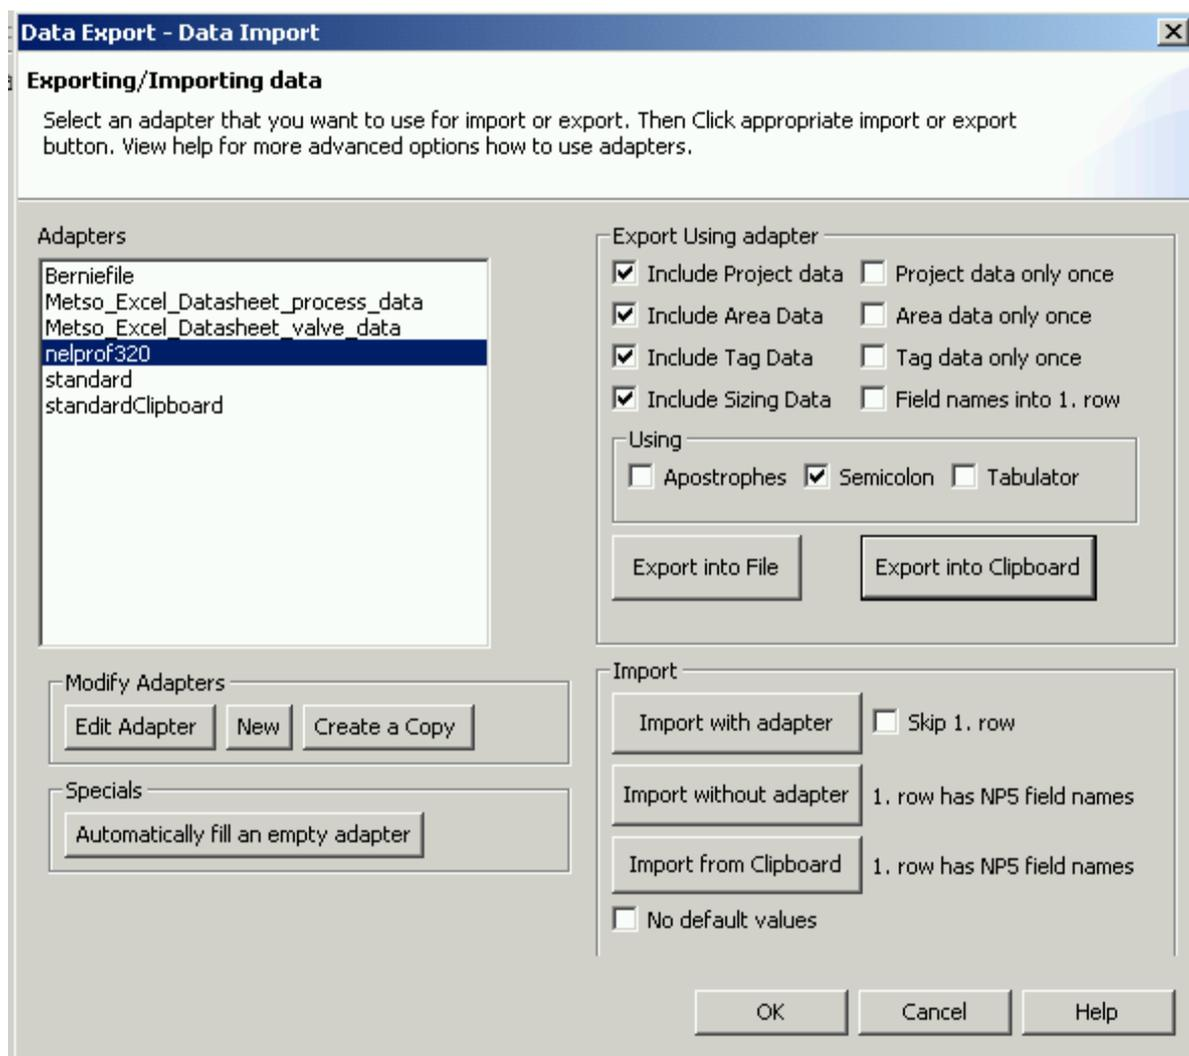

Рис. 8.17. Шаг 2. Экспорт / импорт файла
(1) оставьте все остальные настройки (флажки) в том виде, в каком они находятся в режиме по умолчанию (см. рис. 8.17);
(2) адаптер использует csv-файл для импорта / экспорта файлов.